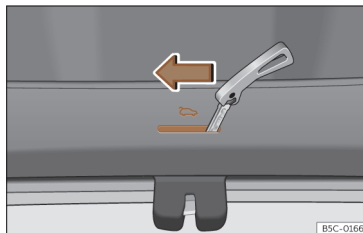
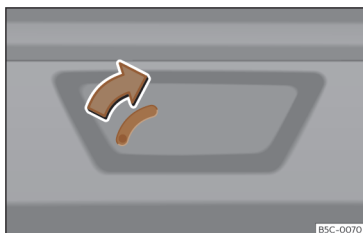

Fig. 79 Pormenor da bagageira: destrancagem de emergência (Leon).
Fig. 80 Pormenor da bagageira: destrancagem de emergência (Leon Sportstourer).
- Introduza o palhetão da chave na ranhura e desloque a chave no sentido da seta até que a fechadura desbloqueie >>> **Fig. 79**, >>> **Fig. 80**.